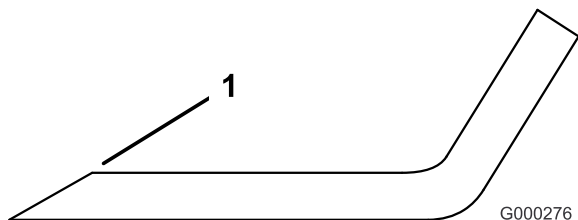

Figure 66
1. Avec une lime, aiguissez les tranchants aux deux extrémités de la lame (Figure 66) en veillant à conserver l'angle de coupe d'origine. Limez la même quantité de métal sur chacun des deux tranchants pour ne pas déséquilibrer la lame.